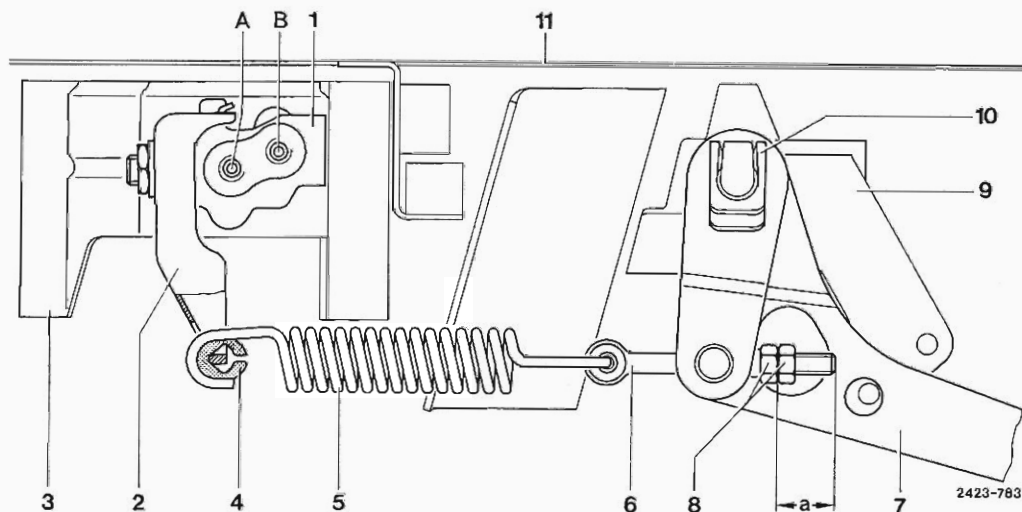

Bild 257
- 2 Sechskantmutter (8) lösen (Bild 257).
- 1 Gegenmutter (8) von der Augenschraube abschrauben.
- 2 Reglerhebel (2) bis zum Anschlag nach hinten (in Richtung Zugfeder) drücken.
- 3 Sechskantmutter (8) so weit anziehen, bis die Zugfeder spiel- und spannungsfrei ist.
- 4 Mit einer Schieblehre das Maß „a“ messen (Bild 257).
- 5 Sechskantmutter (8) auf der Augenschraube (6) so drehen, bis das in der Tabelle angegebene Maß „a“ erreicht ist.